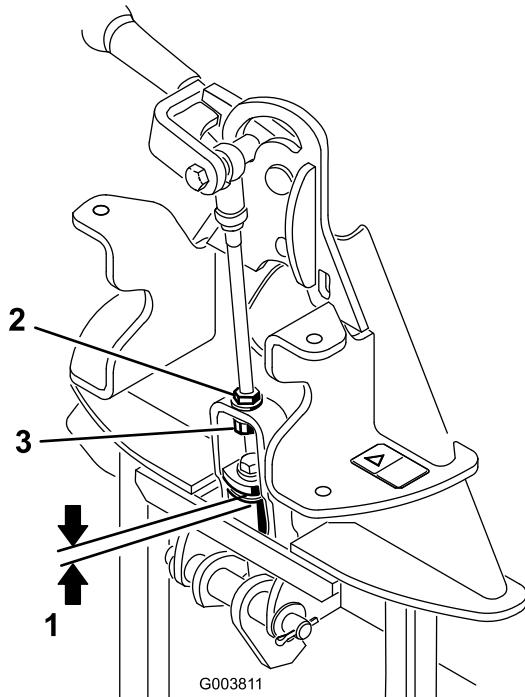

図6
2. 図6に示すように、上面のワッシャからアタッチメントアダプタのリンクアセンブリのスペーサまでの距離を測る。